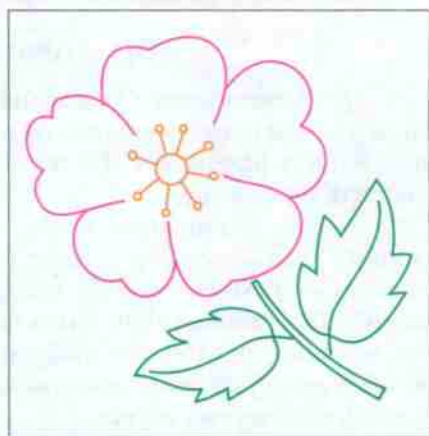

Рис. 32. Шиповник
1. Переведите на ткань изображение цветка шиповника (рис. 32).